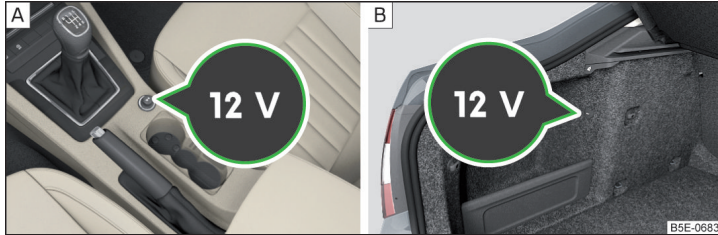

Abb. 116 Abdeckung der 12-Volt-Steckdose: in der Mittelkonsole vorn / im Gepäckraum
- Zum **Gebrauch** die Abdeckung der Steckdose abnehmen » Abb. 116 - [A] bzw. die Abdeckung der Steckdose öffnen » Abb. 116 - [B].